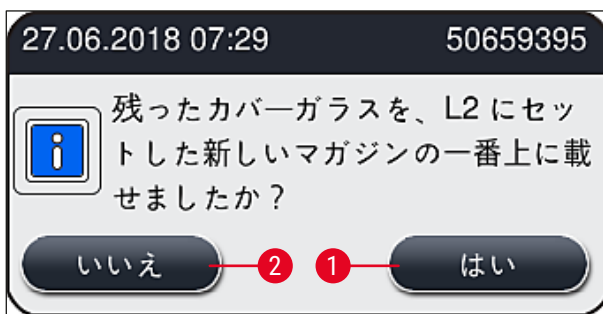

図 63
8. フードを閉じると、残ったカバーガラスを新しいカバーガラスマガジンに移したかどうかを尋ねる質問が表示されます (→ 図63)。移した場合は、この情報メッセージに はい (→ 図63-1) で答えます。カバーガラスを移さなかった場合は、この情報メッセージに いいえ (→ 図63-2) で答えます。